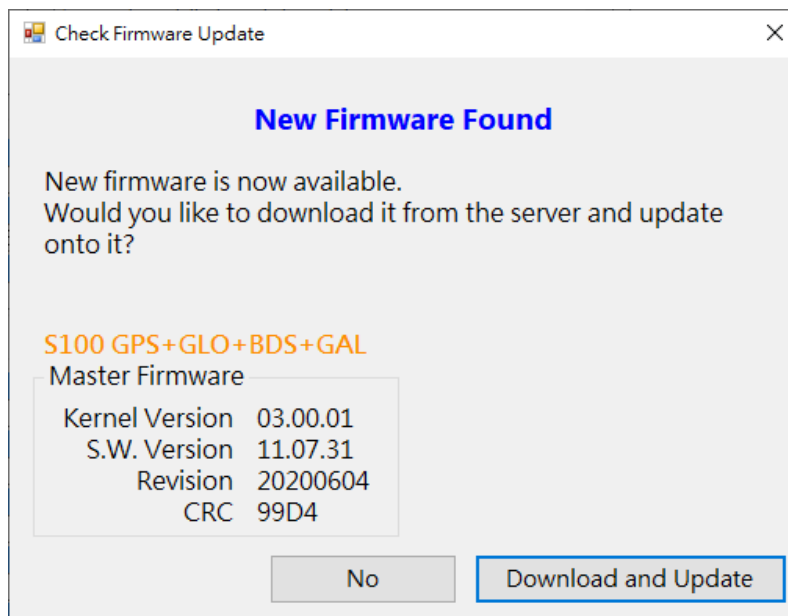

Figura 6-5
- 5 En caso de que se encuentre una nueva actualización de software, aparecerá un cuadro de diálogo. Presione "Descargar y actualizar" para actualizar, o "No" para cancelar la actualización. Consulte la Figura 6-5.